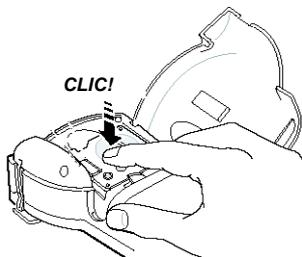

Figura 6
- Inserire la cartuccia posizionando il nastro tra la testina di stampa e la ruotina di scorrimento. Vedere Figura 6.